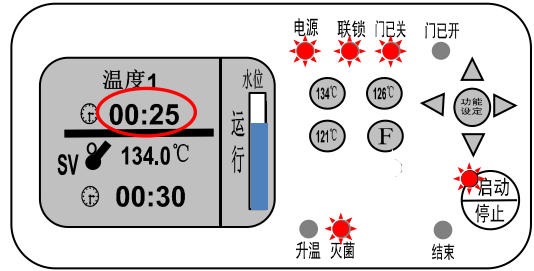

图 17
先按下此键，再按下“功能设定键”，可设定所需温度（按◀▶键），将温度设置在大于 138℃（对应 0.24MPa）（图 17），设定完后再按一下“功能设定键”，按下“启动键”，设备升温运行。若大于 138℃ 不能起跳应立即更换合格的安全阀，并每月进行 2 次以上的安全性能测试。
2. 升温升至设定温度后，界面出现灭菌倒计时。（见图 17）